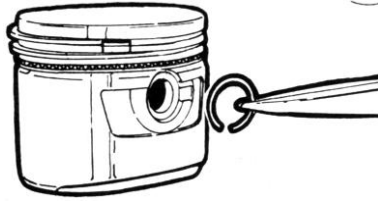

Fig. 3.34 Ensamble de los pistones
12. Ensamble los pistones y las bielas: Revise el bulón, el buje pequeño del extremo de la biela y el orificio del pistón en busca de rajaduras. Instale los anillos de seguridad; asegúrese de que asienten correctamente (Ver Fig. 3.34).